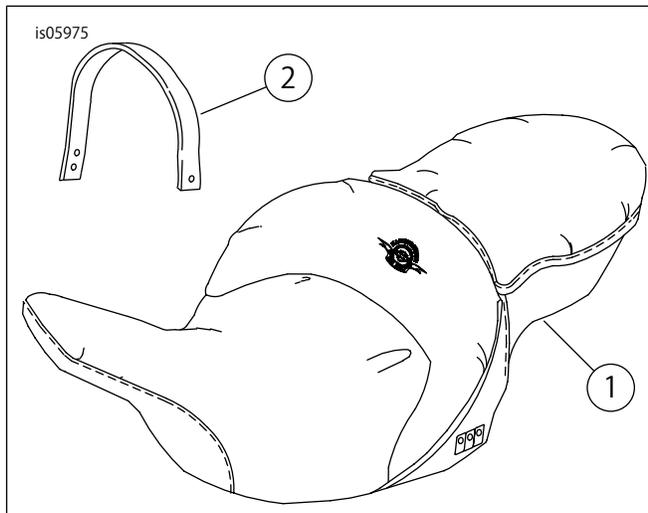

図7。交換用パーツ: Road Zeppelinシート
- シートを分解するとメーカーの保証対象外となります。「図7」を参照してください。また表1を参照してください。